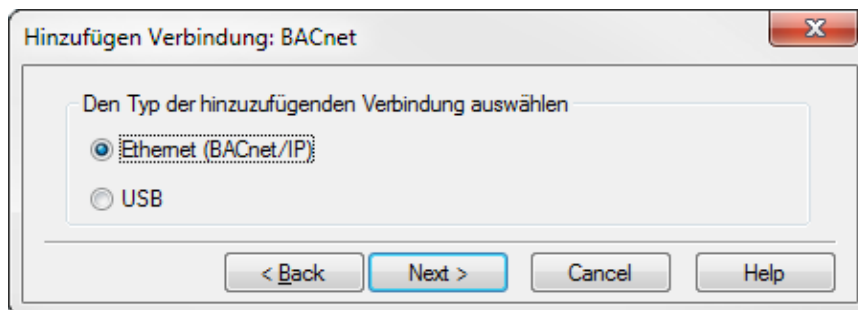

Abbildung 5-7: Ethernet (BACnet/IP) auswählen
3. Markieren Sie die Option Ethernet (BACnet/IP) und klicken Sie anschließend auf „Weiter“ (Abbildung 5-7).